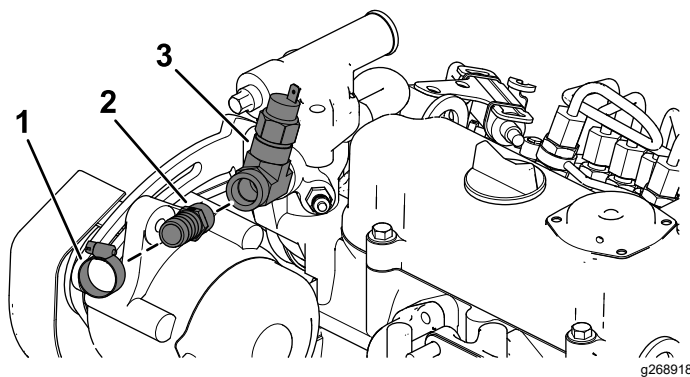

Bild 16
- D. Befestigen Sie den Schlauch ($\frac{5}{8}$ ") und das Adapteranschlussstück ($\frac{5}{8}$ ") mit Schlauchklemmen (Bild 16).